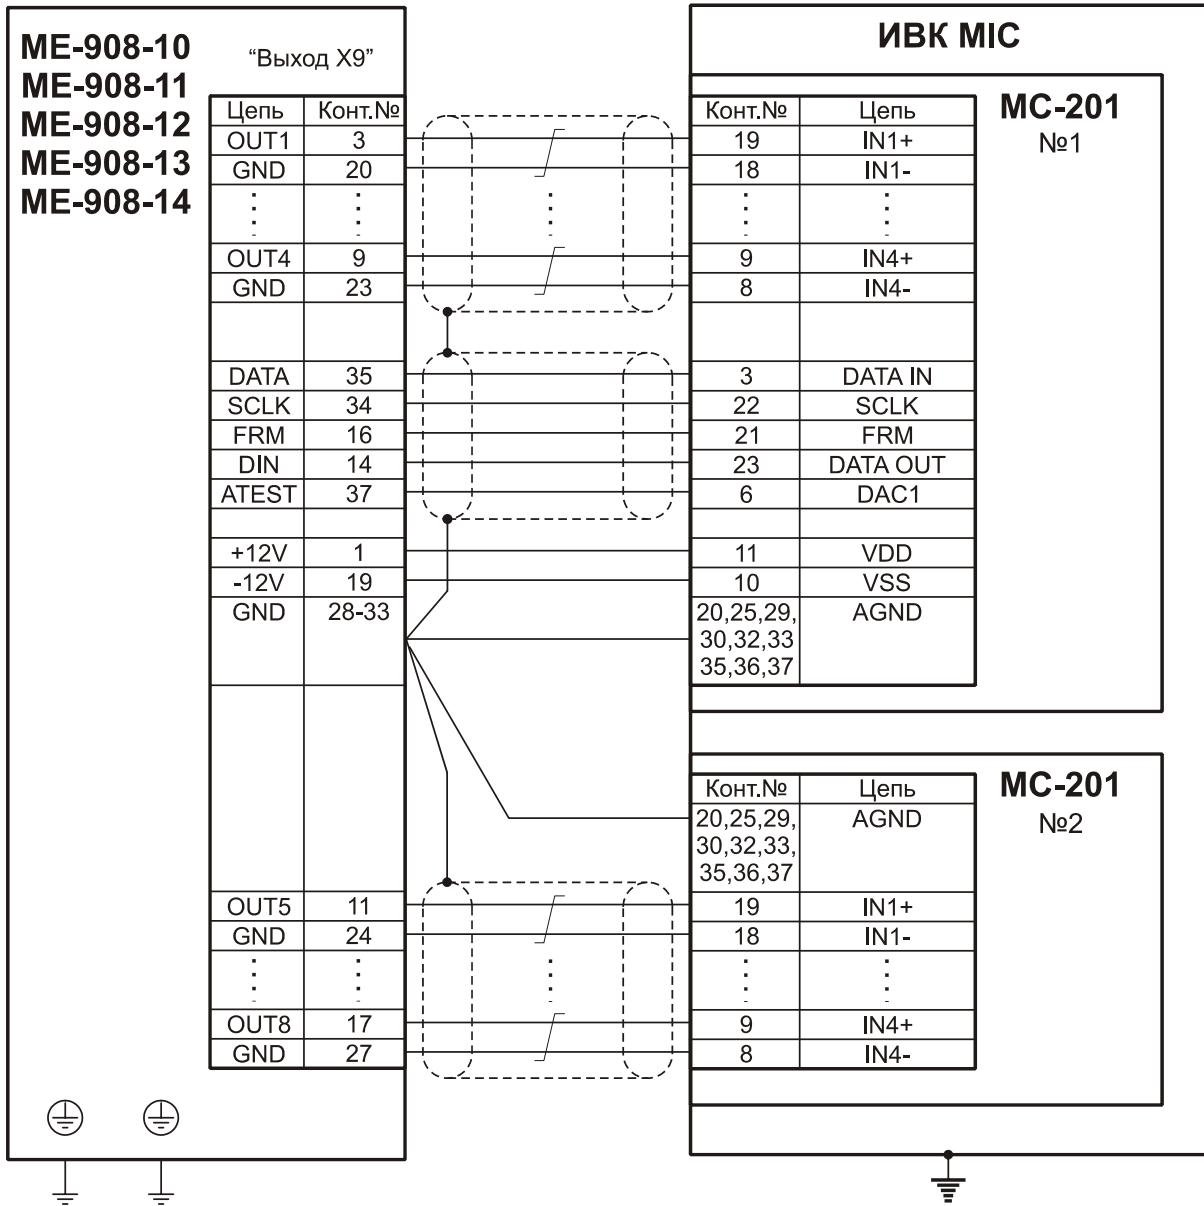

Рисунок 13-Схема подключения измерительных модулей МС-201.
1.5.5.7 Электропитание и управление модулями производится от соответствующих цепей внешних измерительных модулей М2408, М2428, МС-201 и МХ-208, которые подключают к разъему «X9» модулей (см. поз. 3 на рисунках 2, 3, 4, 5 и 6). Подключение к измерительным модулям М2408, М2428, МС-201 и МХ-208 показано на рисунках 11, 12, 13 и 14 соответственно. Примечание: при подключении к одному модулю МЕ-908 двух четырехканальных измерительных модулей МС-201 используют цепи управления только одного модуля МС-201 (см. рисунок 13). Для подключения измерительных модулей следует использовать кабели типа SSTP или SFTP (экранированные витые пары) длиной не более 100 м.